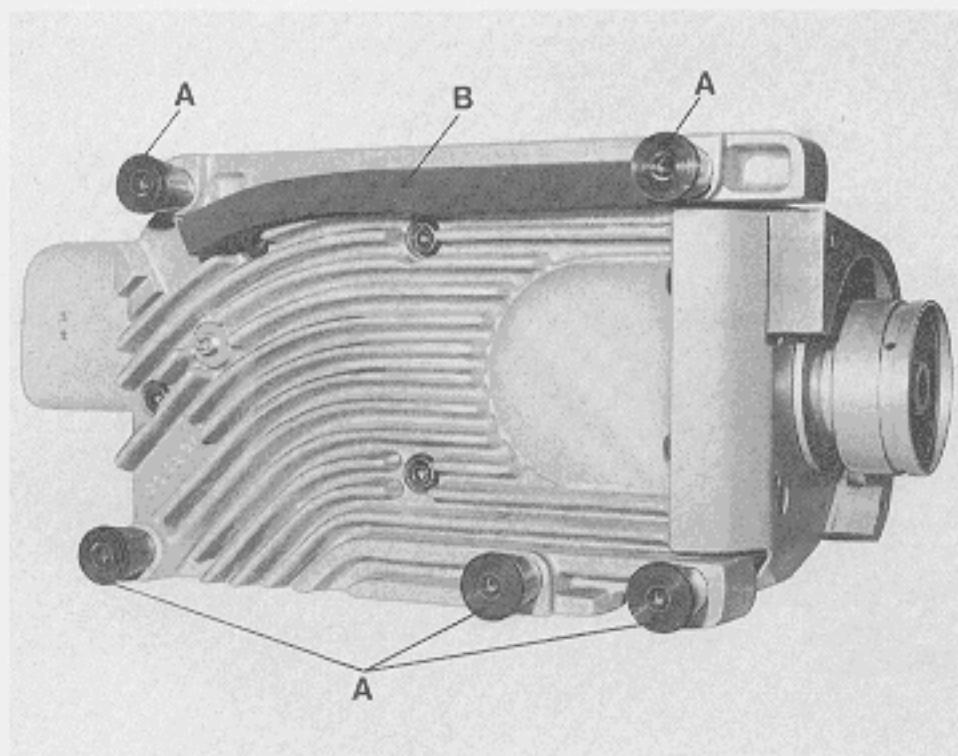

Fig.1
1. Install the machine on the sewing table, place the five rubber isolators (A, Fig. 1) and the rubber profile (B, Fig. 1) as shown.
1. Stellen Sie die Maschine auf den Nähtisch, plazieren Sie die fünf Gummipuffer (A, Fig. 1) und den Profilgummi (B, Fig. 1) wie gezeigt.